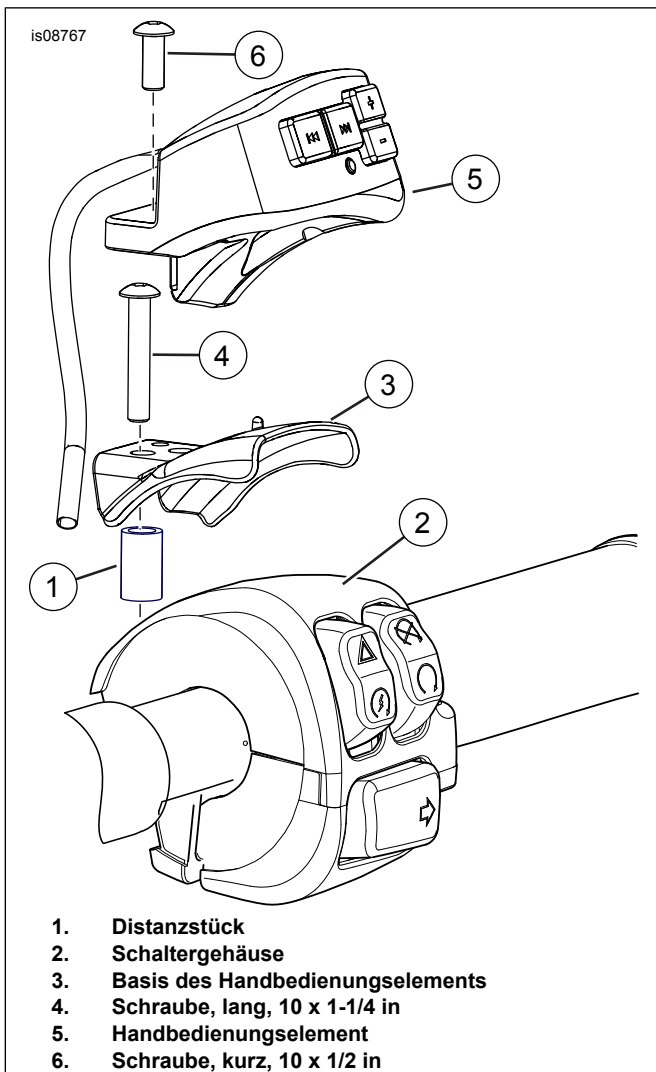

Abbildung 4. Einbau der Handbedienelemente
5. Siehe Abbildung 4. Distanzstück (1) über das Loch, aus dem vorher die Schraube entfernt wurde, auf das Schaltergehäuse setzen.
6. Basis des Handbedienungselements (3) über das Distanzstück und Schaltergehäuse setzen. **Modelle Road King ab 2014:** Kein Distanzstück verwenden.
7. **Alle Modelle, außer Road King ab 2014:** Schraube (4) in das korrekte Loch in der Basis des Handbedienungselements, durch das Distanzstück in das Loch des Schaltergehäuses stecken. Halterung des Handbedienungselements mit einer Schraube sichern. Auf folgendes Drehmoment anziehen: 3,9-5 Nm (35-45 in-lb). **Modelle Road King ab 2014:** Vorher entfernte Schraube mit dem Loch in der Basis des Handbedienungselements ausrichten Halterung des Handbedienungselements mit einer Schraube sichern. Auf folgendes Drehmoment anziehen: 3,9-5 Nm (35-45 in-lb).
8. Handbedienungs-element (5) auf die Basis des Handbedienungs-elements setzen. Basis des Handbedienungs-elements mit einer Schraube (6) in die Gewindebohrung (7) sichern. Festziehen.